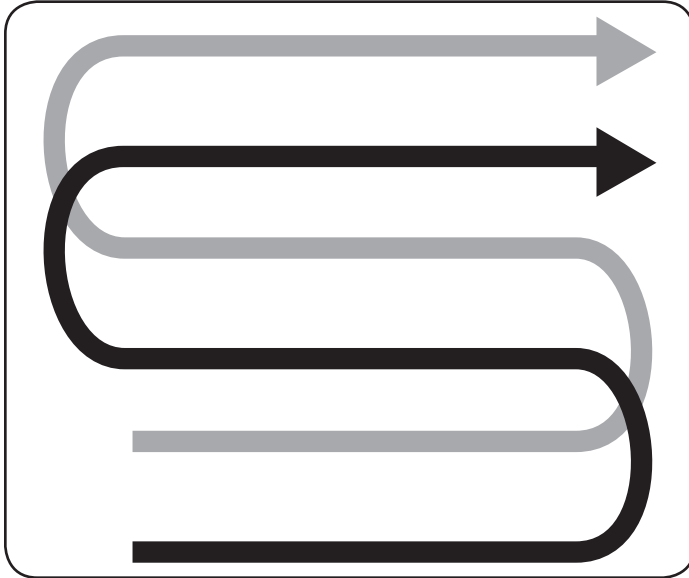

Figura 18
- Al preparar el lecho de siembra, recorra la misma senda dos veces en la primera hilera, luego traslape la mitad del ancho de la cultivadora en el resto de las pasadas. Vea la Figura 18.